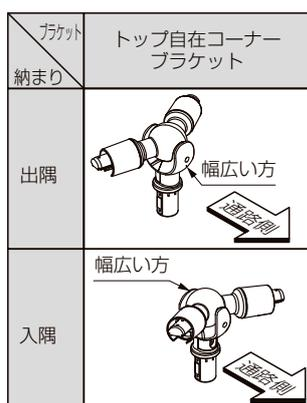

図6-11
- ※トップ自在コーナーブラケットは出隅・入隅納まりで向きを変えてください。(図6-11参照)